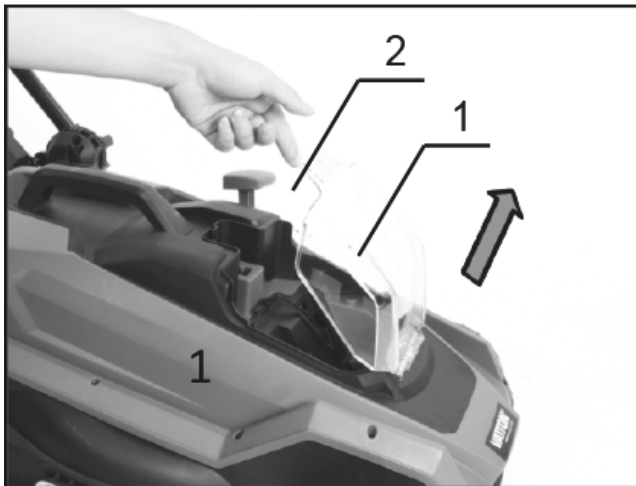

Рисунок 6. Схема відкриття акумуляторного відсіку для встановлення чи зняття АКБ.
- трохи посунути вгору фіксуючу застібку (2, рис. 6), для того щоб відкрити кришку акумуляторного відсіку (1, рис. 6);